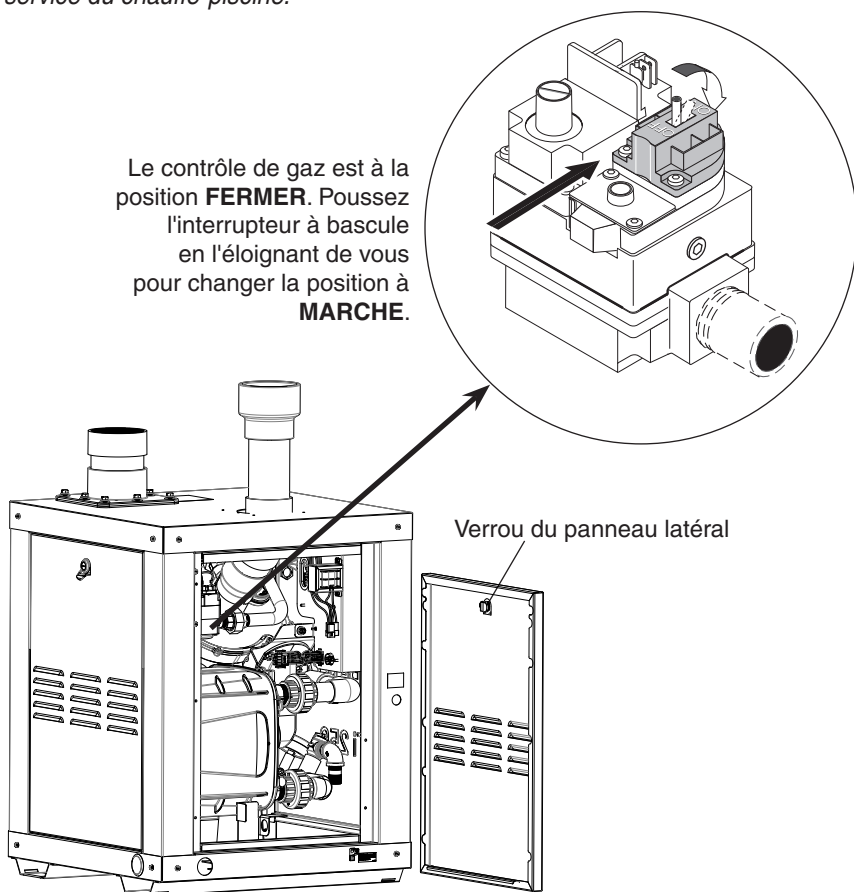

Figure 1.
2. Retirez le panneau latéral du chauffe-piscine pour accéder à la soupape de régulation du gaz. Insérer le tournevis à lame plate dans le panneau, pousser et tourner pour déverrouiller le panneau. Voir la figure 1.